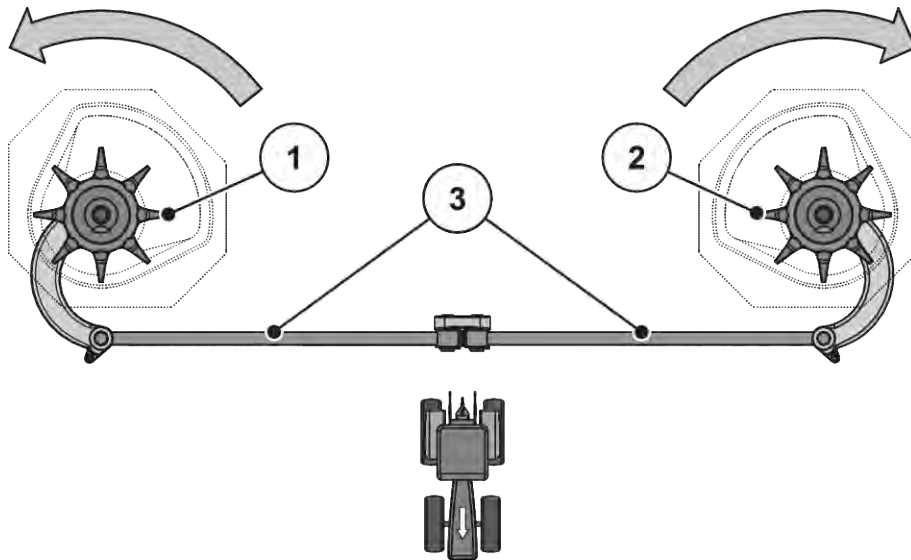

Fig. 81: Vérification de l'entraînement de l'agitateur
- Faire tourner la tête de l'agitateur à la main. **dans le sens de rotation du disque d'épandage.** Voir Fig. 81 Vérification de l'entraînement de l'agitateur.
- Tourner vigoureusement l'agitateur à la main ou à l'aide d'une sangle pour filtre à huile **dans le sens de rotation inverse du disque d'épandage.** Voir Fig. 81 Vérification de l'entraînement de l'agitateur